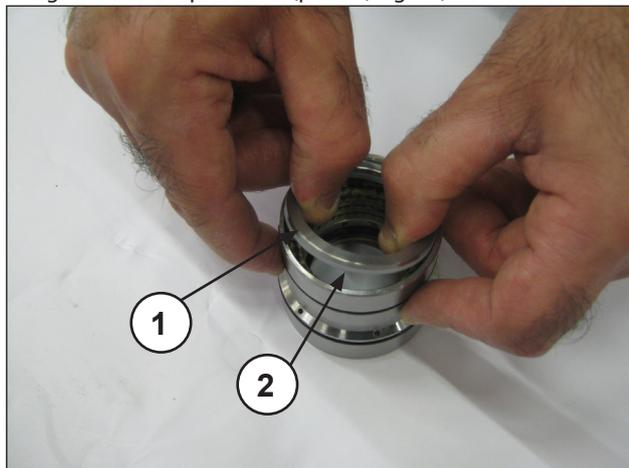
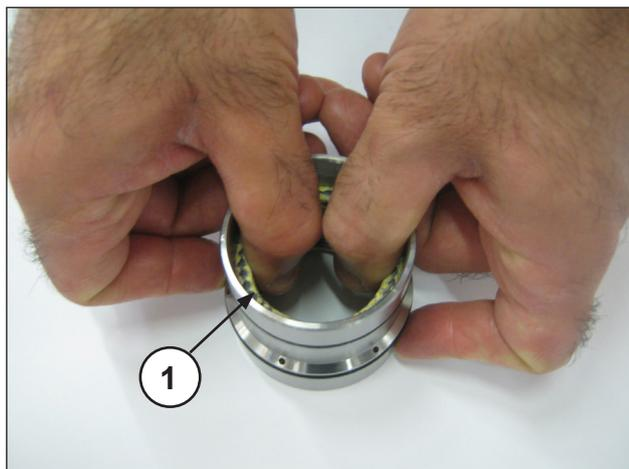
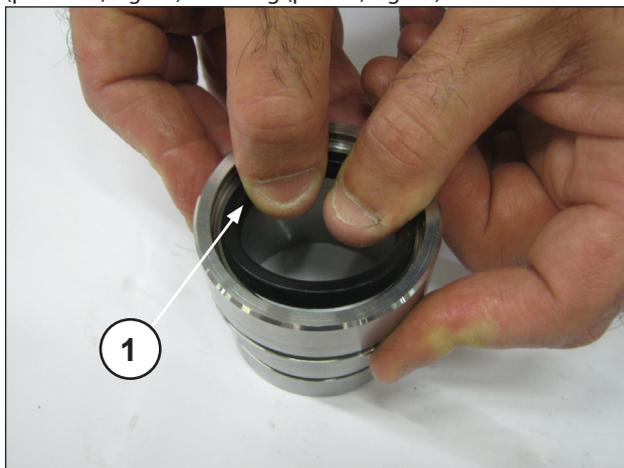

Fig. 31
Fig. 32
Fig. 35
Separare il supporto guarnizioni dalla camicia, togliere l'anello per molla e l'anello raschiatore (pos. ①②, Fig. 31) per accedere alle guarnizioni di pressione (pos. ①, Fig. 32).
Inserire la guarnizione di bassa pressione nel supporto baderne (pos. ①, Fig. 35) facendo attenzione al senso di montaggio che prevede il labbro di tenuta in avanti (verso la testata). Inserire quindi l'anello per tenuta, l'anello di fermo (pos. ①②, Fig. 30) e l'O-ring (pos. ①, Fig. 31).